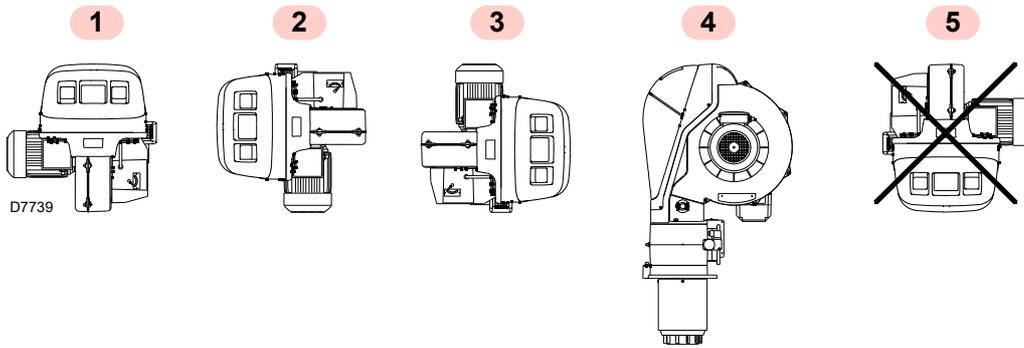

Abb. 10
- Der Brenner kann ausschließlich in den Stellungen 1, 2, 3 und 4 (Abb. 10) betrieben werden.